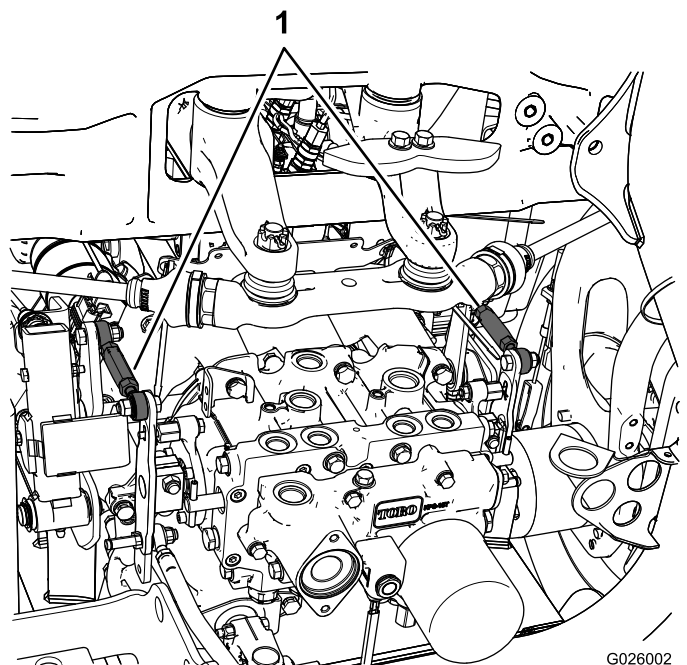

Figura 48
- Se la ruota posteriore sinistra gira, allentate i controdadi sull'asta di comando della trasmissione sinistra (Figura 48).